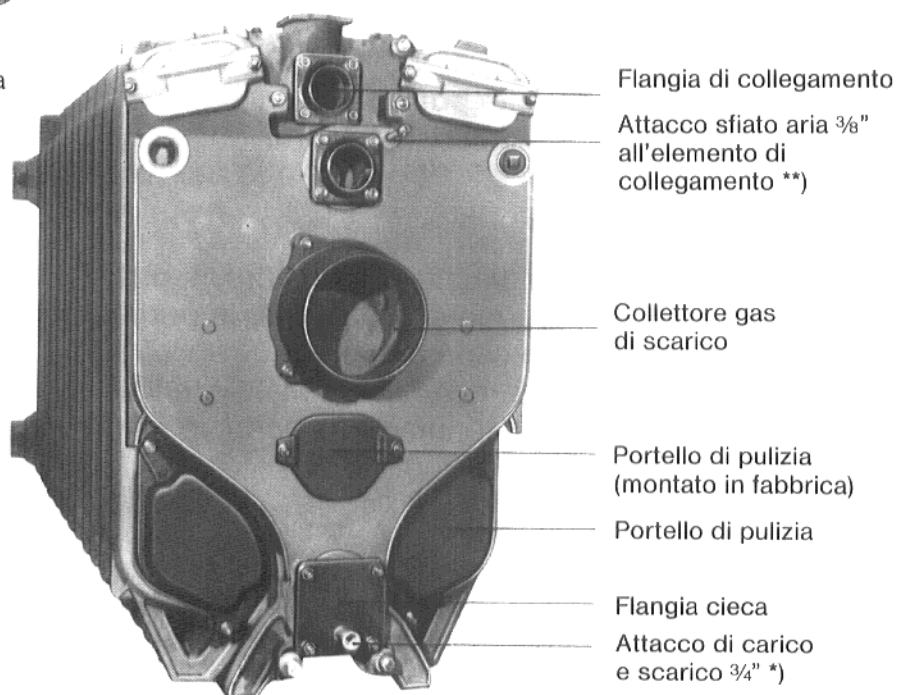

Fig. 28
Il cordone di tenuta in fibra è disposto di fabbrica (Fig. 28).
**) Tronchetto di sfiato $\frac{3}{8}$ " (lunghezza 100 mm) con valvolina manuale da ermetizzare al montaggio (Fig. 28).